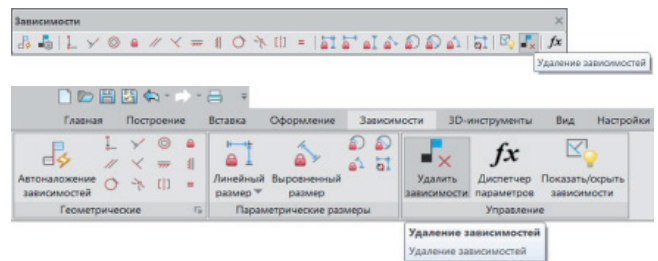
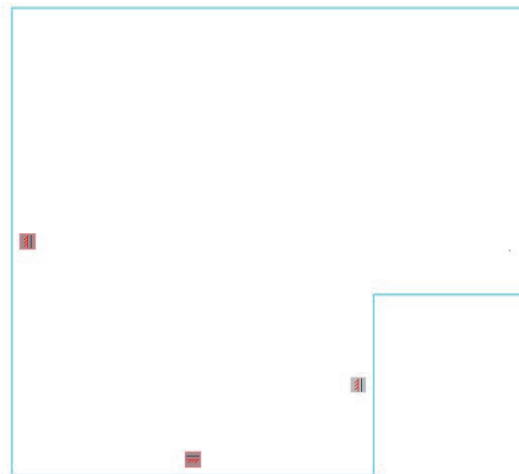

Рис. 25. Панель и вкладка *Зависимости*. *Удаление зависимостей*
Рис. 26. Удаление зависимостей
- Зависимости можно проставить автоматически. Сначала удалите проставленные зависимости. Для этого в командной строке вызовите команду *удалзависимость* или задайте команду *Удаление зависимостей* в выпадающем меню *Зависимости*, либо на панели *Зависимости*, либо в ленточном интерфейсе на вкладке *Зависимости* (рис. 25). ЛКМ последовательно укажите проставленные зависимости. Выбранная для удаления зависимость будет окрашиваться в темный цвет (рис. 26). После указания зависимостей, подлежащих удалению, для подтверждения нажмите клавишу *Пробел* или *Enter*.